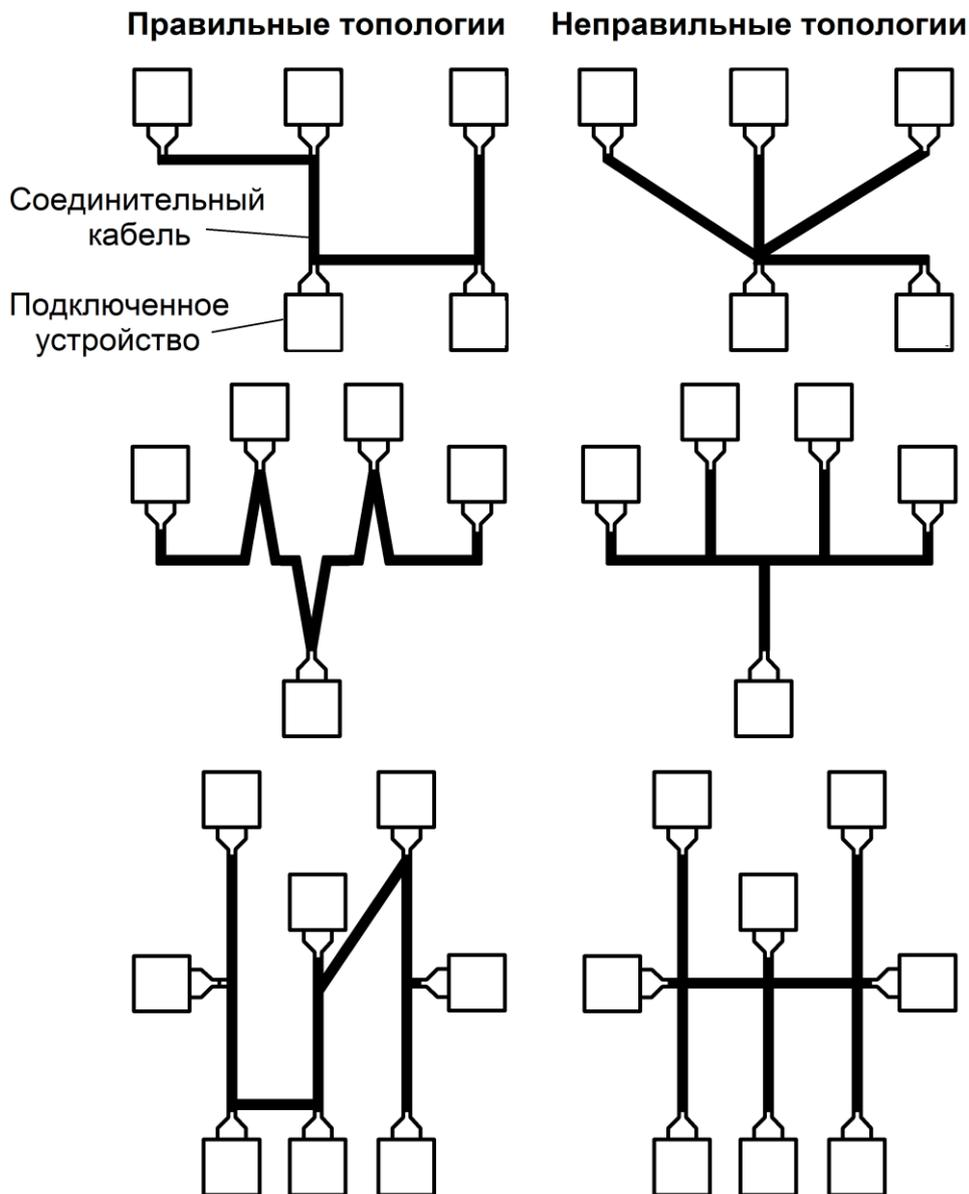

Рисунок 1. Примеры правильных и неправильных топологий сети RS-485
- Сеть должна иметь топологию «общая шина», ответвления от соединяющего кабеля к устройствам следует делать как можно короче (Рисунок 1).